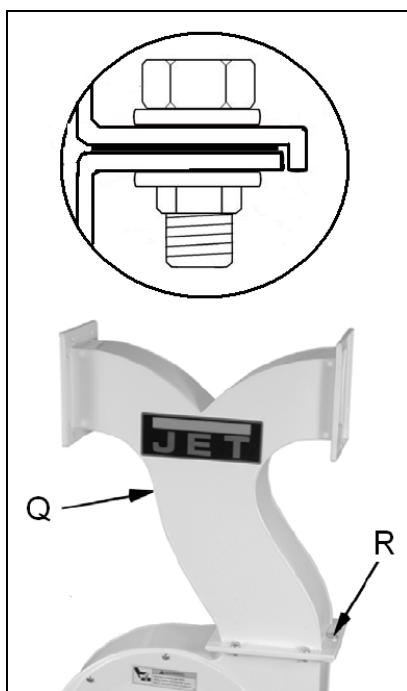

Fig 4
Montieren sie den Verbindungs- krümmer (Q, Fig 4) mit 6 Sechskantschrauben, Scheiben und Muttern (R).